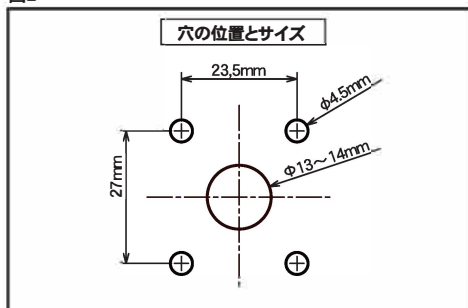

図3
3) 本体をフォークガードに取り付け、ロックピンがスムーズに動作する事を確認し、車輛に取り付けてください。(図3)